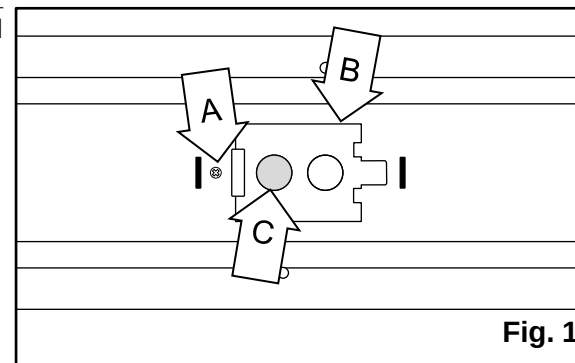

Fig. 1
1. Retirer la **vis** (A) près de la **plaque d'accès** (B) située à l'arrière de le luminaire. [Fig.1]
2. Découper un des **entrées** (C) dans la **plaque d'accès** (B). [Fig.1]
5. Placer le **plaque d'accès** (B) sur le luminaire et le fixer avec la **vis** (A) qui a été précédemment retiré. [Fig.1]
1. Enlevez les deux **vis** (A) près du couvercle situé à l'arrière du luminaire. Enlevez le couvercle. [Fig. 1]